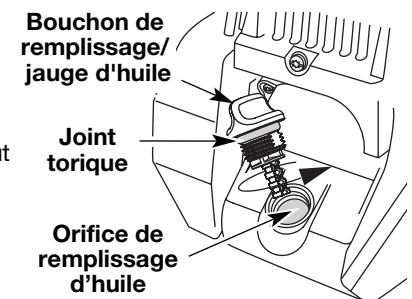

Fig. 29
6. Si le niveau est trop bas, ajoutez un peu d'huile par l'orifice et revérifiez (Fig. 29). Continuez jusqu'à ce que le niveau d'huile atteigne le haut de la jauge.
**REMARQUE :** Assurez-vous que le joint torique est mis sur le bouchon de remplissage / jauge d'huile au moment de la vérification et du changement d'huile (Fig. 29).